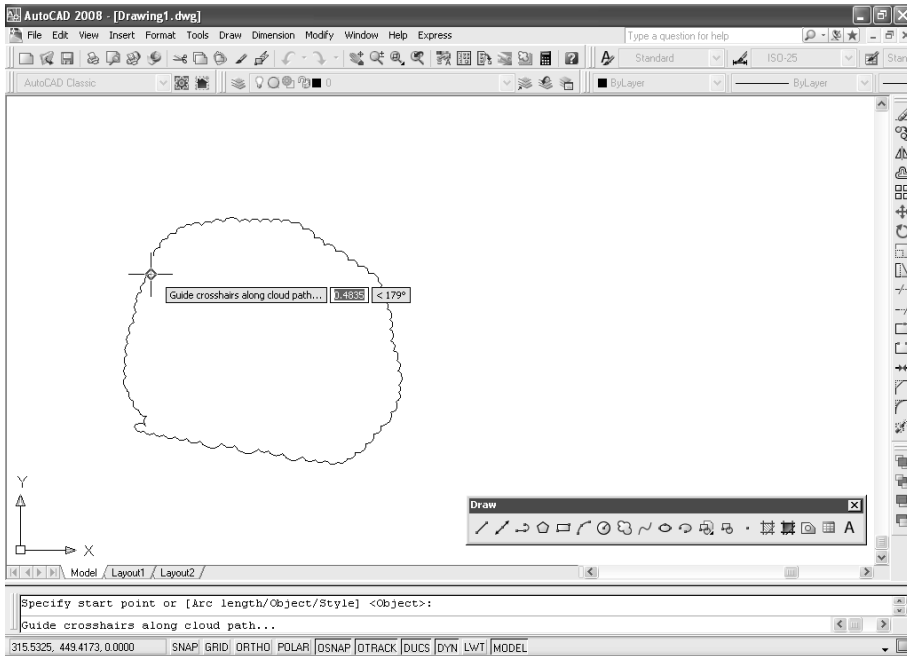

Рис. 2.31. Создание области рецензирования
5. Начните обводить указателем-перекрестием границы нужной вам области рецензирования. AutoCAD по мере перемещения указателя-перекрестия будет отображать дуги, образующие границу области рецензирования (рис. 2.31).